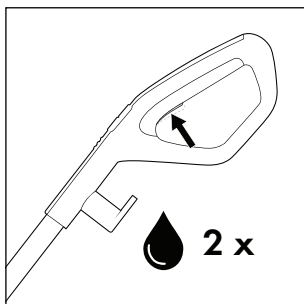
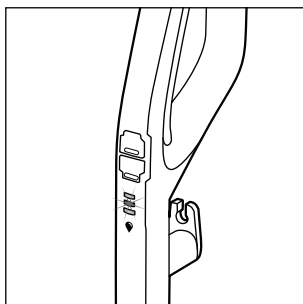

Fig. 18
Fig. 19
- ◆ Prima di ogni uso premere due volte brevemente l'interruttore della soluzione detergente  **15** per attivare la funzione di spruzzo continuo e preparare il rullo a spazzola **6** all'uso con soluzione detergente (vedere fig. 18). L'indicazione della soluzione detergente  **12** lampeggia alternatamente con luce blu quando la funzione di spruzzo continuo è attivata o si mantiene premuto l'interruttore della soluzione detergente  **15** (v. fig. 19).